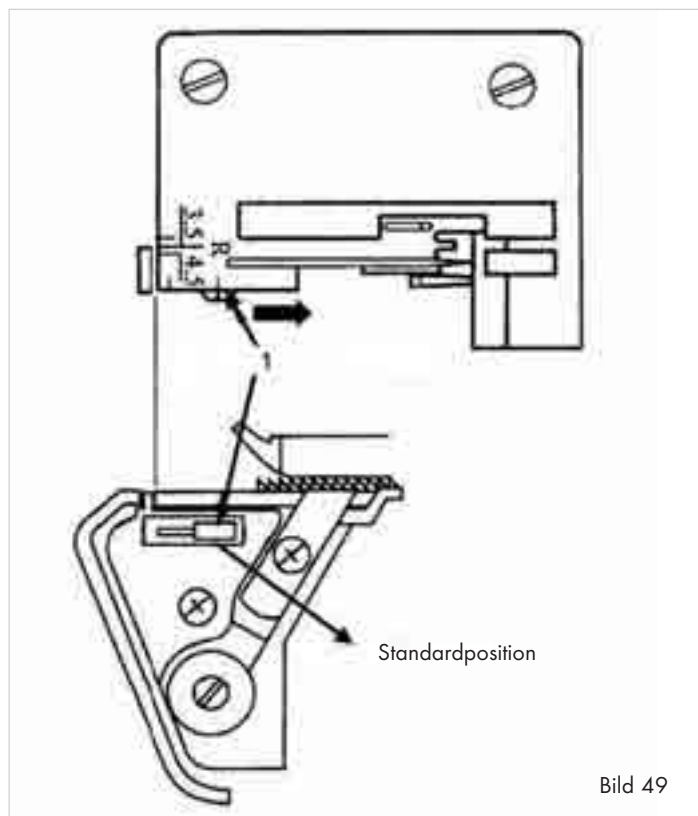

Bild 49
- Öppna frontluckan ⑩.
- Flytta sömbreddsväljaren ②③ till läge S så att fingret skjuts fram (1)(bild 49).